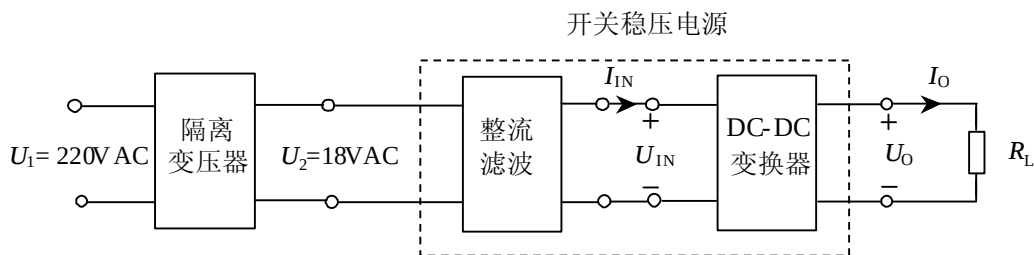

图 1 电源框图
设计并制作如图 1 所示的开关稳压电源。
- (1) DC-DC 变换器不允许使用成品模块，但可使用开关电源控制芯片。
- (2)  $U_o$  可通过交流调压器改变  $U_1$  来调整。DC-DC 变换器（含控制电路）只能由  $U_{IN}$  端口供电，不得另加辅助电源。
- (3) 本题中的输出噪声纹波电压是指输出电压中的所有非直流成分，要求用带宽小于 20MHz 模拟示波器（AC 耦合、扫描速度 20ms/div）测量  $U_{opp}$ 。
- (4) 本题中电压调整率  $S_u$  指  $U_2$  在指定范围内变化时, 输出电压  $U_0$  的变化率; 负载调整率  $S_I$  指  $I_0$  在指定范围内变化时, 输出电压  $U_0$  的变化率; DC-DC 变换器效率  $\eta = P_0 / P_{IN}$ , 其中  $P_0 = U_0 I_0$ ,  $P_{IN} = U_{IN} I_{IN}$ 。
- (5) 电源在最大输出功率下应能连续安全工作足够长的时间(测试期间, 不能出现过热等故障)。
- (6) 制作时应考虑方便测试, 合理设置测试点(参考图 1)。
- (7) 设计报告正文中应包括系统总体框图、核心电路原理图、主要流程图、主要的测试结果。完整的电路原理图、重要的源程序和完整的测试结果用附件给出。